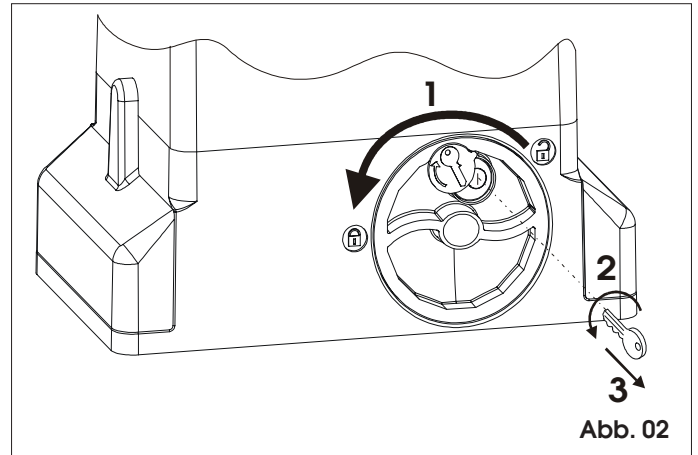

Abb. 02
- 1) Das Entriegelungssystem im Gegenuhrzeigersinn bis zum Anschlag drehen, Abb. 02 Bez. 1.
- 2) Den Schlüssel im Gegenuhrzeigersinn drehen und vom Schloß abnehmen, Abb. 02 Bez. 2 und 3.